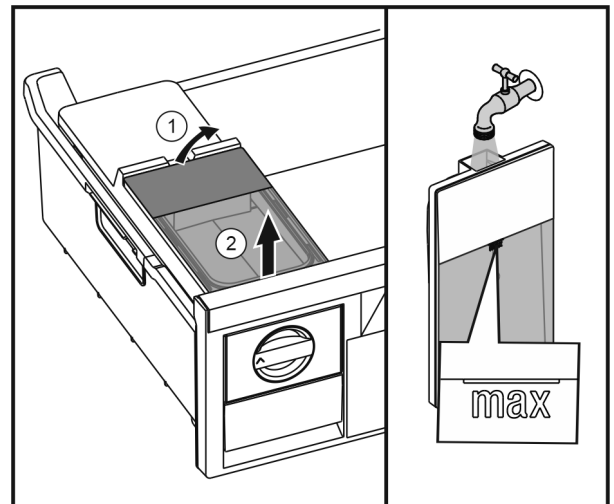

Fig. 38
- ▶ Sollevare il serbatoio dell'acqua da dietro Fig. 38 (1) e rimuoverlo sollevandolo Fig. 38 (2).